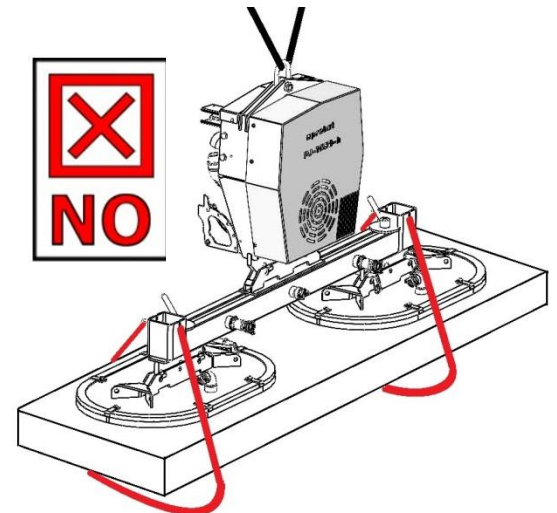

Abb. 2
Ein ungleiches Positionieren der Saugplatten ist nicht erlaubt (siehe Abbildung 2 bzw. Abb. 2B)!
- **Sicherheitskette darf NIEMALS locker unter der Last hängen, da sonst Last bei Vakuumausfall/Verlust (z.B. bedingt durch Energieausfall) herunterfallen kann (Abb. 2). Lebensgefahr!!**